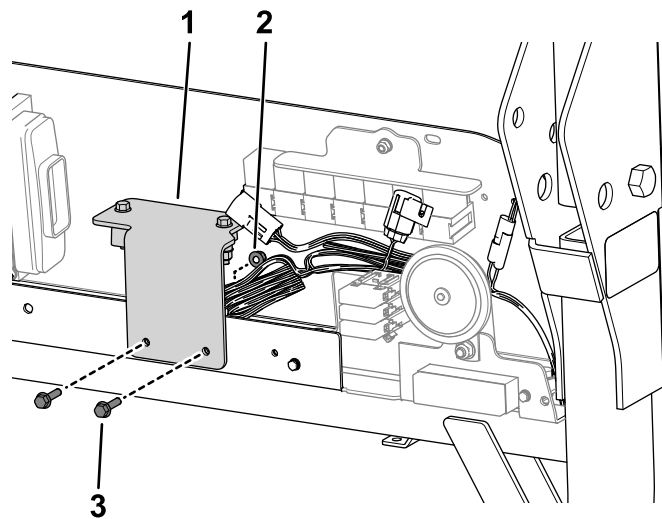

Figura 10
14. Utilice 2 pernos (M6 x 25 mm) y 2 tuercas con arandela prensada (M6) para sujetar el soporte del sensor de pendientes al panel eléctrico (Figura 10).